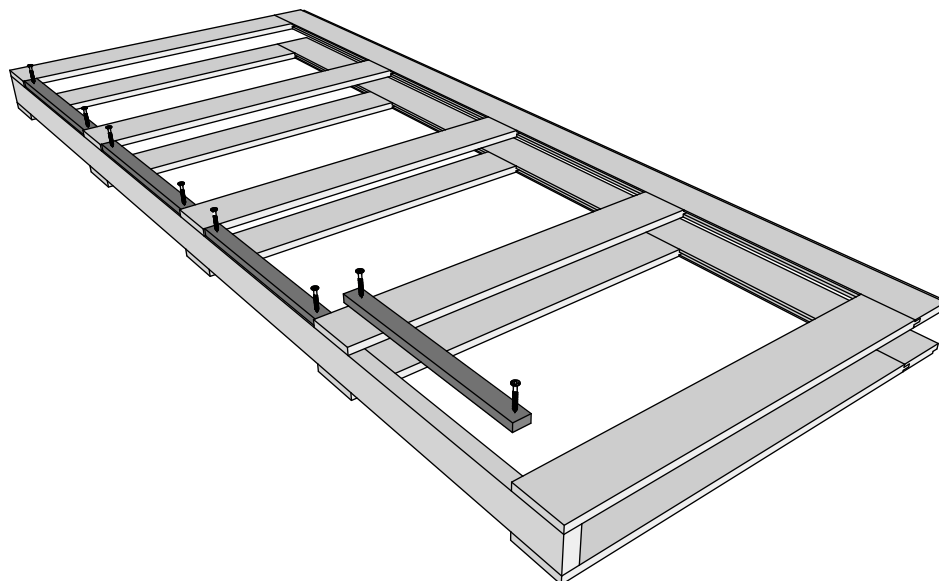

Рисунок 11
4.4 Установить выравнивающие элементы под гипсокартон (деталь G) и закрепить саморезам 3,5\*32. Перевернуть пенал на другую сторону и повторить операцию (Рис. 11)